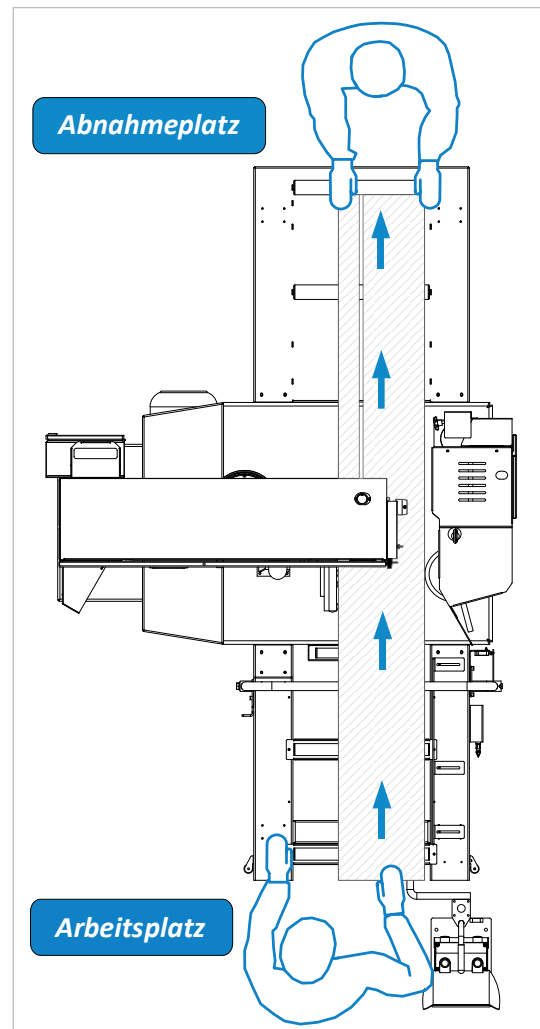

Abbildung 14: Arbeitspositionen an der Trennbandsäge
- Wählen Sie einen geeigneten Aufstellungsort für die Maschine und berücksichtigen Sie die in der ⇒ Abbildung 14 dargestellten Arbeitspositionen.
- Die Trennbandsägemaschine ist grundsätzlich von der als „**Arbeitsplatz**“ bezeichneten Position (siehe ⇒ Abbildung 14 unten) zu bedienen.
- Eine weitere Arbeitsposition ist am Abgaberollentisch zur Abnahme der Werkstücke für eine ergänzende Hilfsperson vorgesehen. Er ist als „**Abnahmeplatz**“ (siehe ⇒ Abbildung 14 oben) bezeichnet und bei bestimmungsgemäßer Verwendung nicht zwingend erforderlich.